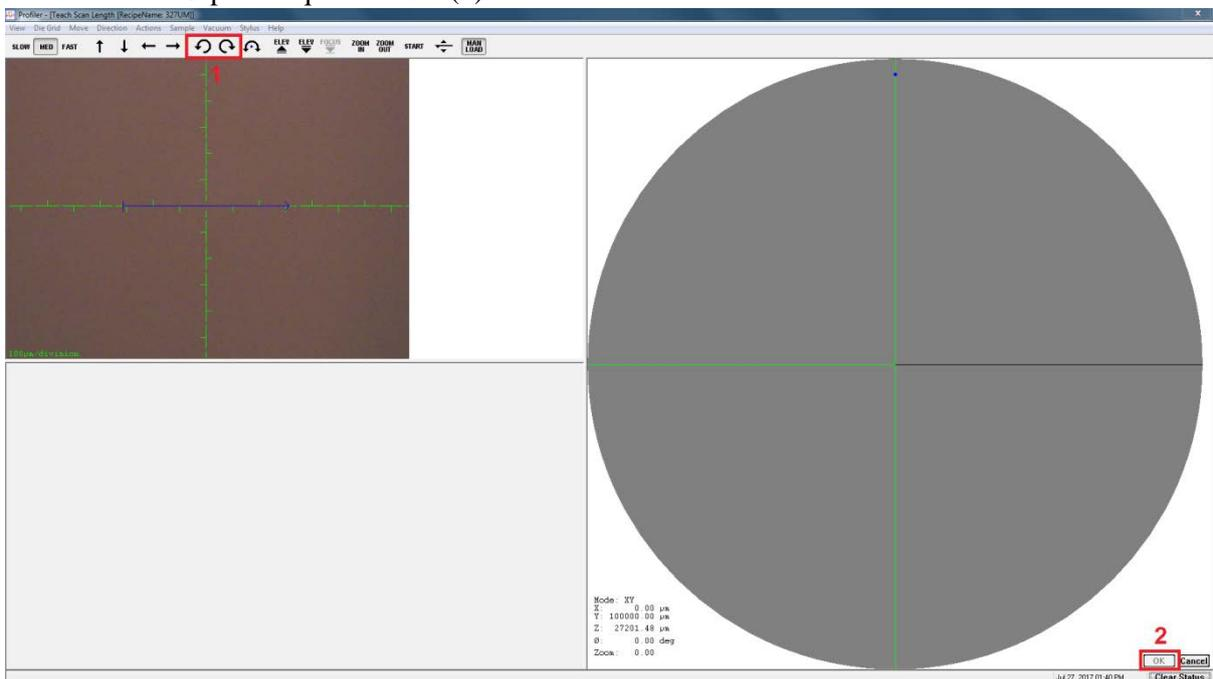

Figure 26 : Teach scan length
A l'aide des boutons (1) de la figure 26, faites tourner le plateau du profilomètre de manière à rectifier le  $\theta$  puis cliquer sur OK (2).
Une fois bien positionner sur le premier point de référence, cliquer sur OK (2) (Figure 26), et recommencer l'opération pour le deuxième point.